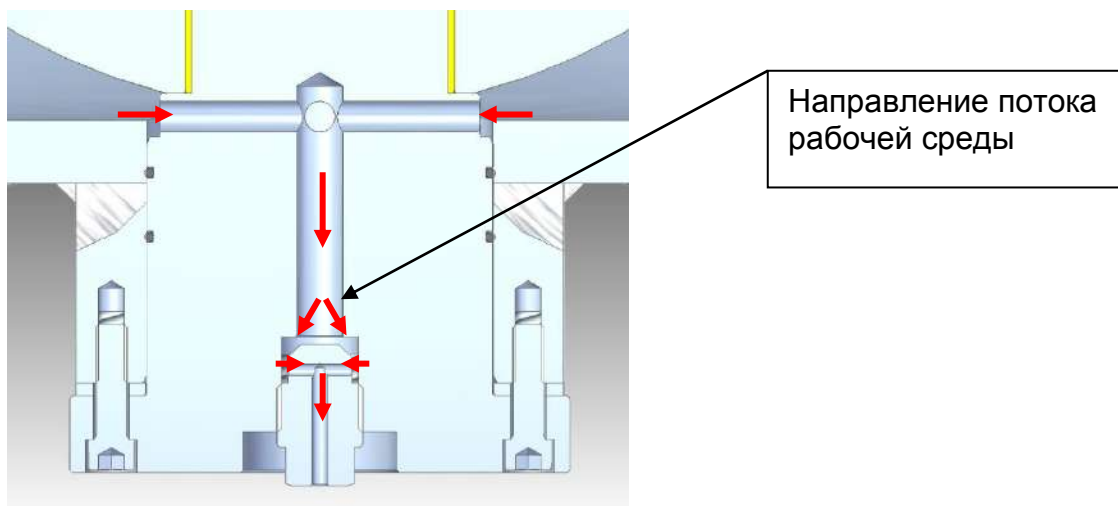

Рис. 2 Дренажная пробка в положении «открыто»
При выкручивании пробки происходит постепенный сброс давления через каналы дренажной пробки (рис.2).
5. Снять фиксирующее кольцо 1 и шайбу 2 под ним (рис.2)